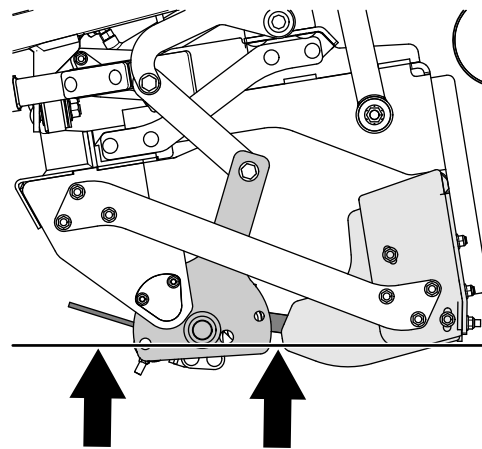

Figure 50
4. Basculez le porte-outil polyvalent en arrière (Figure 50) jusqu'à ce que les dents soient plus haut que le bas de la lame niveleuse; voir Basculement avant de l'accessoire ventral \(page 28\).